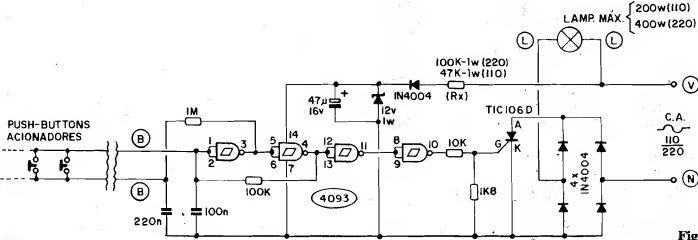

Fig.1
- FIG. 1 - O CIRCUITO - Pelo próprio "esquema" já dá pra notar a grande simplicidade geral do arranjo de controle, cujo "coação" é um Integrado C.MOS 4093, muito comum, de baixo preço. Os dois primeiros gates (esquerda), delimitados pelos pinos 1-2-3 e 4-5-6 formam um simples flip-flop BIESTÁVEL de comando único, com o auxílio do capacitor de 100n mais os resistores de 1M e 100K. Nessa estrutura, cada vez que se "fecham" eletricamente os contatos entre os pontos B-B, altera-se o estado digital da saída do bloco (pino 4)... Se tal saída estava "alta" passa a "baixa", e se encontrava-se "baixa" vai a "alta"... O capacitor de 220n desacopla e "filtra" a linha de comando, de modo a prevenir chaveamentos espúrios, gerados por eventuais interferências na linha... Notem ainda que o tipo de atuação da linha de comando